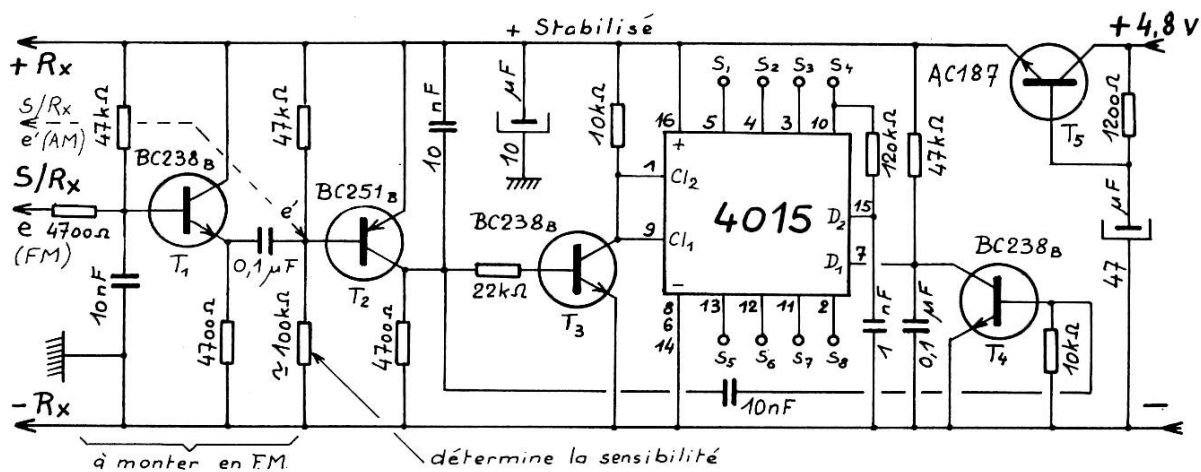

Fig. VIII-34. — Schéma du décodeur TF6.
a) Le schéma (Fig. VIII-34)
- Une cellule de filtrage électronique nécessitant en plus : 1 10 μ F tantale, 1 AC187 et 1 1200 Ω 1/4W. Cela pour éviter des interférences avec certains types de servomécanismes. Voir la fig. VIII-34.